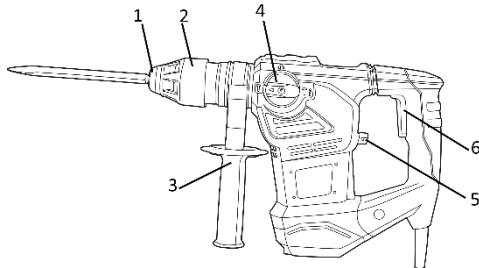

Рисунок 1
**4.1** Виберіть необхідний режим роботи виробу за допомогою перемикачів (4) та (5) (див. рисунок 1).
- ударно-обертальний режим - перемикач (4) (верхній) в положенні , перемикач (5) (задній) в положенні ;
- ударний режим - перемикач (4) в положенні , перемикач (5) в положенні ;
- обертальний режим - перемикач (4) в положенні , перемикач (5) в положенні .
**4.2** Для ввімкнення виробу натисніть на курок вимикача (6) (рис. 1). Для відключення виробу слід курок відпустити.